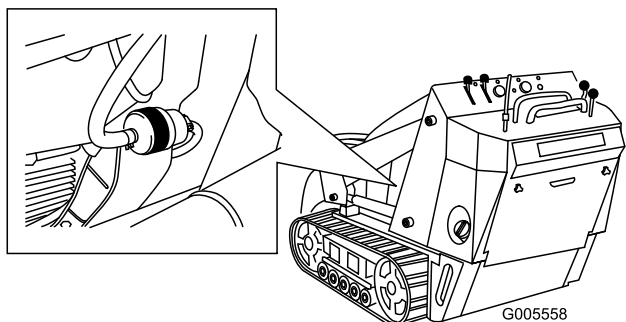

Figura 36
4. Bloccate i tubi del carburante su entrambi i lati del filtro (Figura 36).
5. Premete le estremità delle fascette stringitubo ed allontanatele dal filtro (Figura 36).